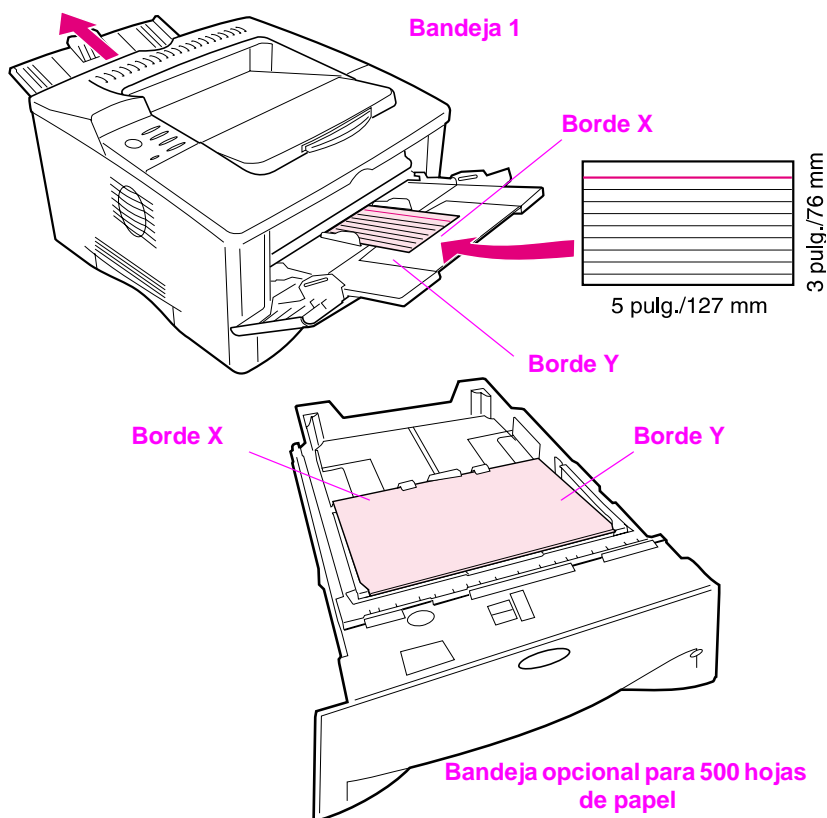

Figura 17 Impresión en papel de tamaño especial
- 3 En el menú Impresión, establezca la dimensión X (es decir, el borde anterior del papel) tal como se ilustra en la Figura 17. La dimensión X puede tener entre 76 y 312 mm para la bandeja 1 o entre 148 y 297 mm para la bandeja para 500 hojas de papel (opcional). Establezca la dimensión Y (es decir, el borde lateral del papel) tal como se ilustra en la Figura 17. La dimensión Y puede tener entre 127 y 470 mm para la bandeja 1 o entre 210 y 432 mm para la bandeja para 500 hojas de papel (opcional).